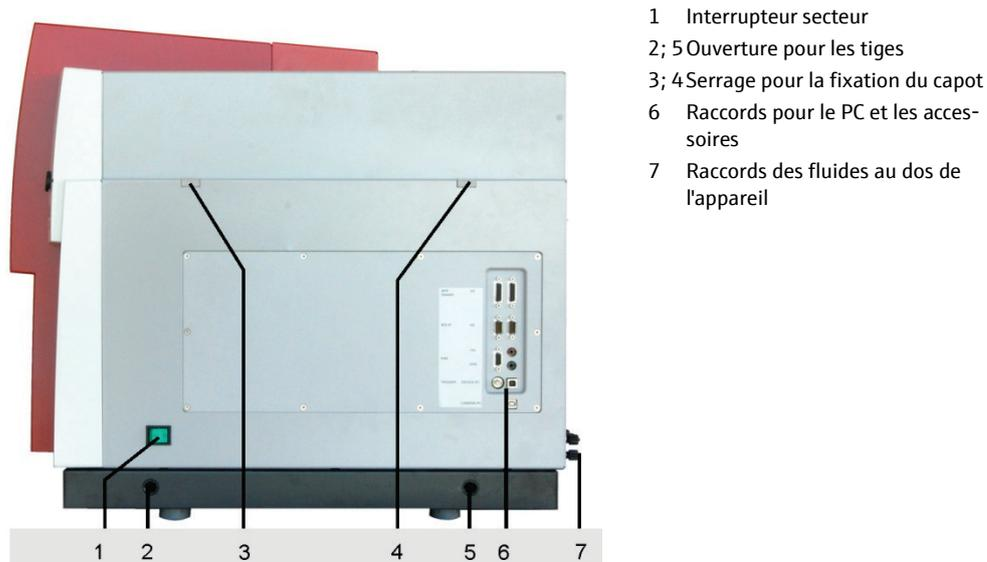

Fig. 22 Raccords d'alimentation et de commande
1. Dévisser les pièces de serrage pour le capot de l'appareil sur la paroi gauche et droite (3 et 4, Fig. 22).